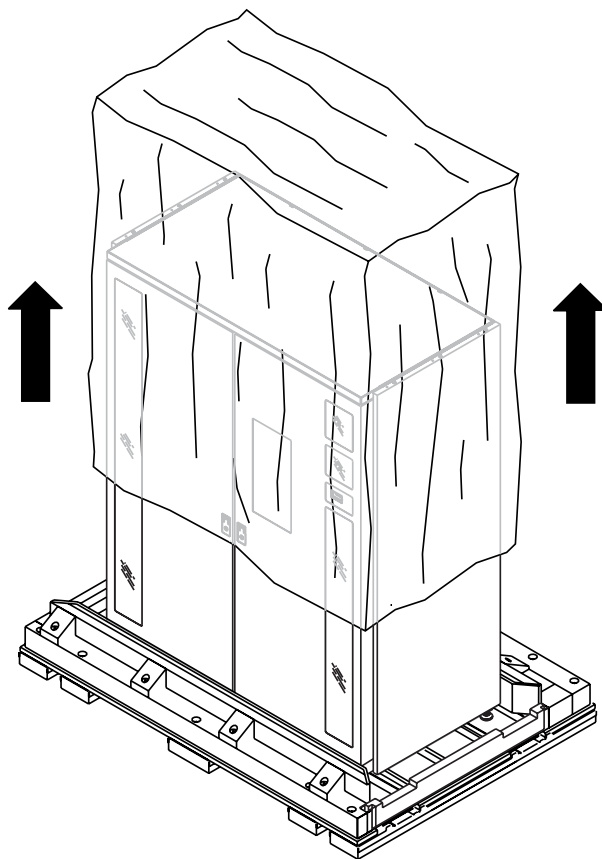

Figura 4-9: Rimozione dell'involucro di imballaggio
2. Sollevare e rimuovere l'involucro di imballaggio dalla libreria (vedere la Figura 4-9).